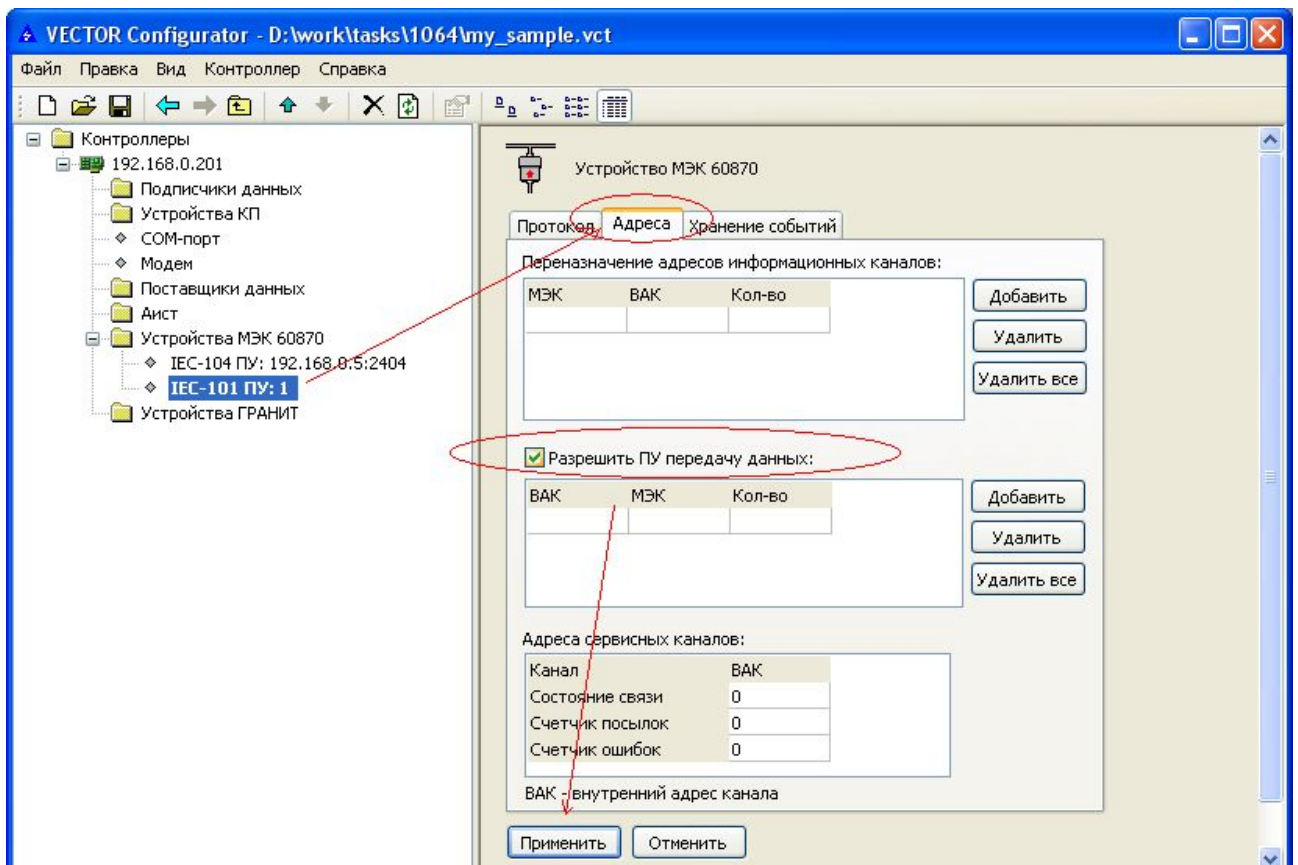

Рисунок 10 – Разрешение передачи данных для устройства **МЭК-101 ПУ** модуля XPort
- 8) установите для устройства **МЭК-101 ПУ** опцию «**Разрешить ПУ передачу данных**» (рисунок 10);